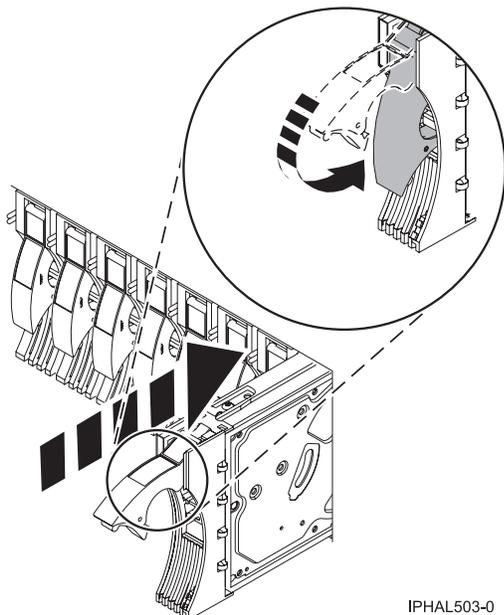

Figure 55. Installation d'une unité de disques sur un modèle ou 11D/20
12. Faites glisser complètement l'unité de disques dans l'unité centrale ou l'unité d'extension, puis bloquez-la dans son emplacement en poussant la poignée (voir figure 55).